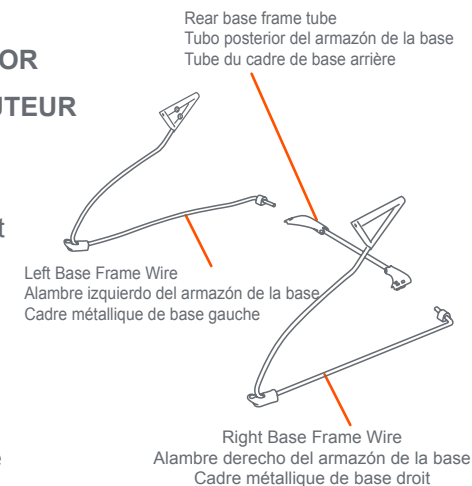
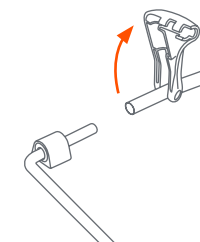

Fig. 1a
Fig. 1b
- 1) Place the rear base frame tube on a flat surface (Fig. 1a) and lift the plastic corners (Fig. 1b). Insert the left and right base frame wires into the rear base frame tube. Push the plastic corners back down until they snap securely onto the base frame wires (Fig. 1c). Set the assembled Base frame aside and proceed to step 2.
- Coloque el tubo del armazón de la base trasera sobre una superficie plana (Fig. 1a) y levante las esquinas de plástico. (Fig. 1b) Introduzca los alambres derecho e izquierdo del armazón de la base en el tubo del armazón de la base trasera. Empuje las esquinas de plástico hacia atrás y abajo hasta que se fijen bien a presión en los alambres del armazón de la base (Fig. 1c). Deje a un lado la estructura de la base ensamblada y proceda con el paso 2.
- Placez le tube du cadre de base arrière sur une surface plane (Fig. 1a) et soulevez les coins en plastique (Fig. 1b). Insérez les cadres métalliques de base gauche et droit dans le tube du cadre de base arrière. Poussez les coins en plastique vers le bas jusqu'à ce qu'ils soient solidement enclenchés dans les cadres métalliques de base (Fig. 1c). Mettez de côté le socle monté et passez à la deuxième étape.